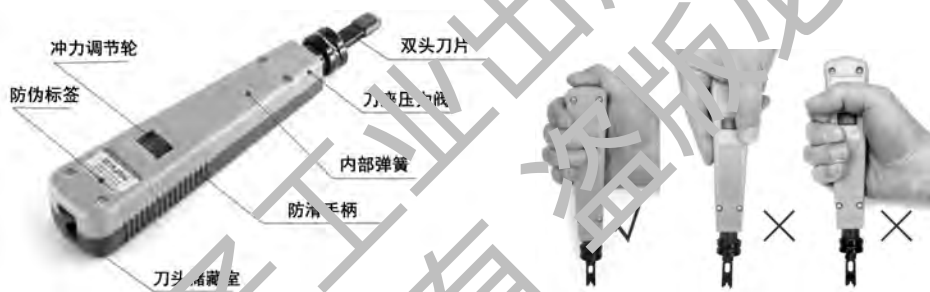

图 3-4 110 打线刀及其正确操作方法
(2) 110 打线刀。如图 3-4 所示为 110 打线刀及其正确操作方法。110 打线刀主要用于网络配线架、网络模块等端接打线。110 打线刀内置钢带和弹簧，具有高压式压线功能，操作时不要使蛮力。打线时应注意打线工作端部是否良好，刀刃是否锋利。打线时应对准模块卡槽，垂直快速打下，并且用力适当。